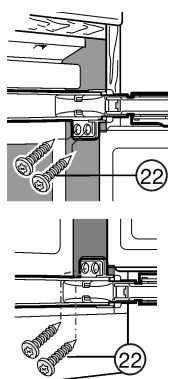

Fig. 16
- ▶ Mit langen Spanplattenschrauben *Fig. 16 (22)* oben und unten durch die Scharnierlaschen schrauben.